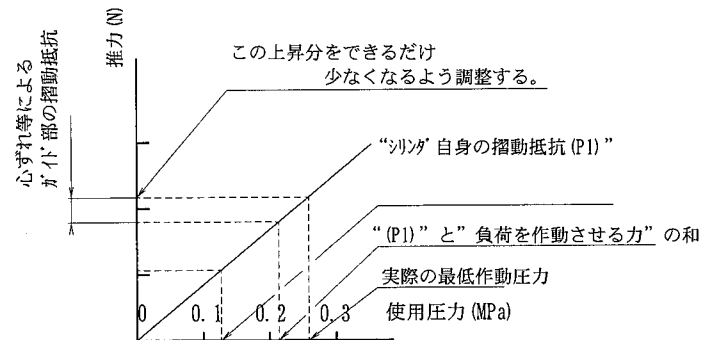

図4 (参考)
- 3) 実際の最低作動圧力は、「シリンダ自身の摺動抵抗」、「負荷を作動させる力」、「ガイド部の摺動抵抗」の3つがプラスされたものです。(図4参照)